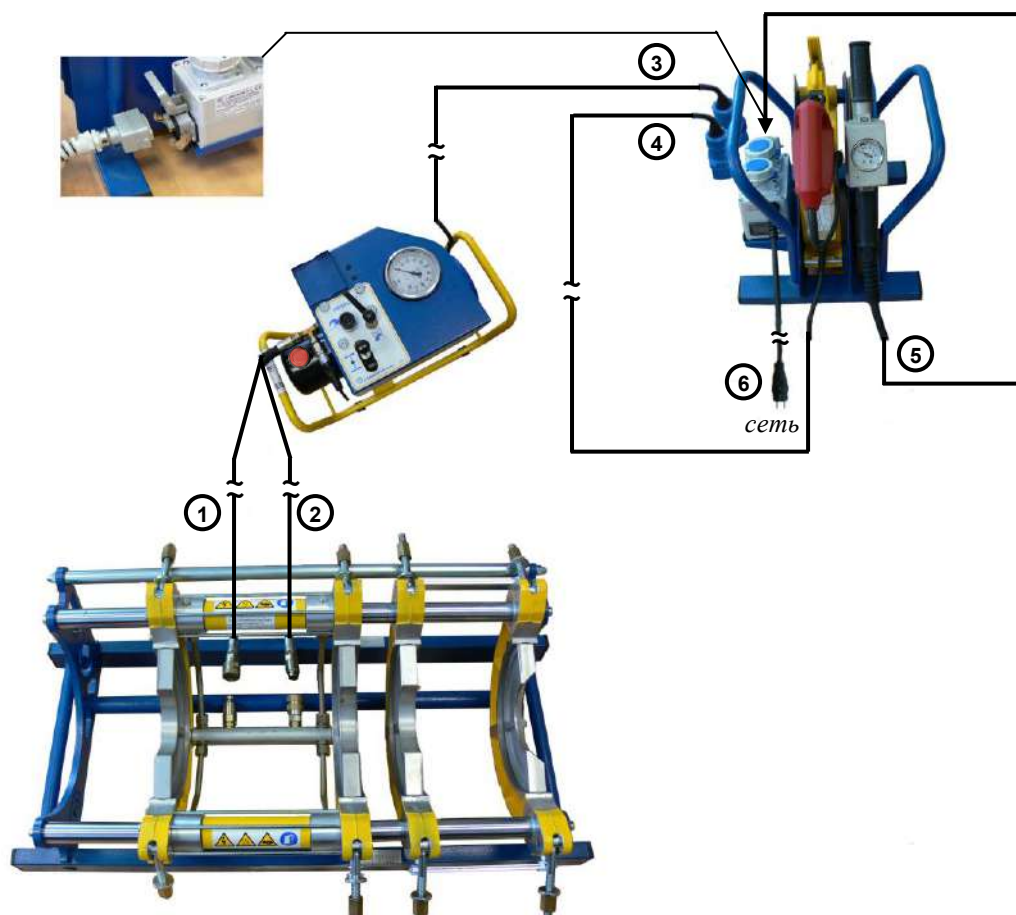
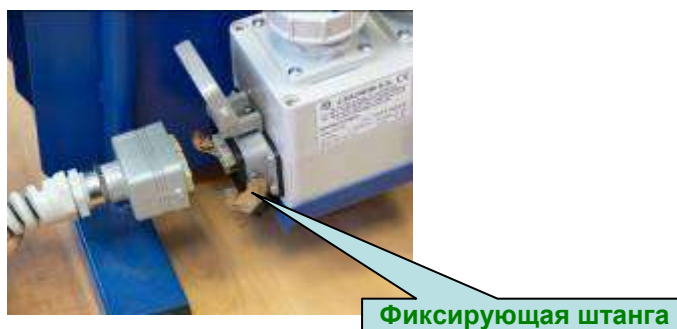

Рис.7.2 - схема коммутации узлов сварочного аппарата
Рис. 7.8
При применении генератора, прежде чем включить кабель питания аппарата (№6 на рис.7.2) в розетку, необходимо дождаться стабилизации режима работы двигателя (1-3 минуты).
Перед включением аппарата необходимо соединить все его узлы с помощью специальных соединительных кабелей в соответствии со схемой, представленной на рис. 7.2. Разъемы всех соединений имеют уникальную конструкцию (все отличаются друг от друга) для предотвращения неправильного подключения.
1). Подключите гидрогруппу к позиционеру-центратору гидравлическими шлангами (кабели 1 и 2 на рис. 7.2) с помощью специальных разъемов (быстроразъемных соединений), для этого:
2). Подсоедините кабели питания (№3 и 4 на рис. 7.2) торцевателя и гидрогруппы к электронному блоку питания, для этого (см. рис. 7.7):
3). Подключите кабель питания зеркала (№5 на рис. 7.2) к задней части электронного блока подачи напряжения. Закрепите соединение фиксирующей штангой разъема. См. рис. 7.8.
5). Подсоединить кабели питания электронного блока подачи напряжения (№8 на рис.7.2) к внешнему источнику питания (генератору, сети).